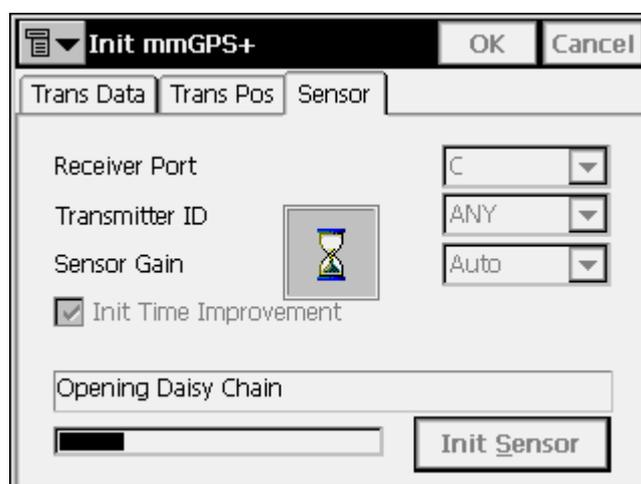

Рисунок 6-9. Подготовка сенсора
3. Нажмите **Init Sensor (Иниц. Сенсора)** (рис. 6-9).